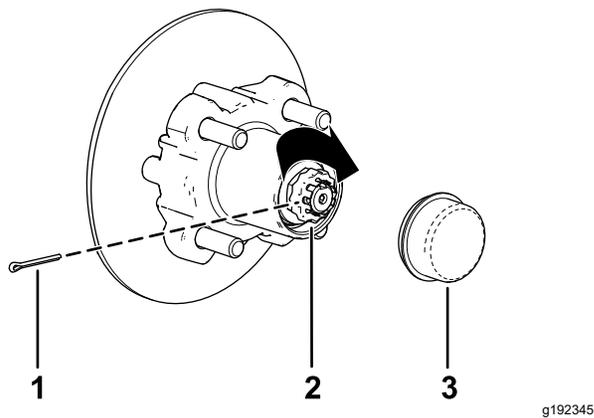

Bild 26
8. Befestigen Sie den Halter über der Mutter und prüfen Sie die Ausfluchtung des Schlitzes im Halter und dem Loch in der Spindel für den Splint (Bild 26).
9. Setzen Sie den Splint ein und biegen Sie jeden Abschnitt um den Halter (Bild 26).
10. Setzen Sie den Staubdeckel auf die Radnabe (Bild 26).